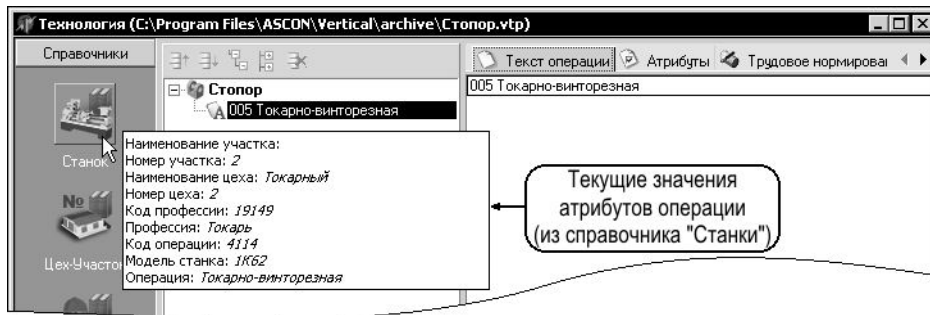

Рис. 9.5. «Всплывающая» подсказка с атрибутами операции, выбранными из справочника «Станки»
- чтобы отредактировать атрибуты операции с помощью справочника, выберите эту операцию в дереве ТП и нажмите соответствующую кнопку на панели вызова справочников. При наведении курсора на кнопку справочника появляется подсказка с текущими значениями атрибутов (рис. 9.5).